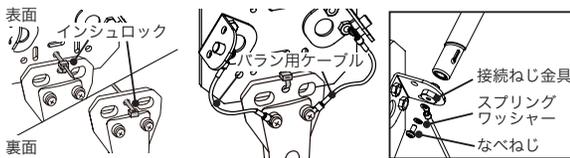

図2
- ② ベース板にバランを付属のインシュロックで取り付けます（図2）。